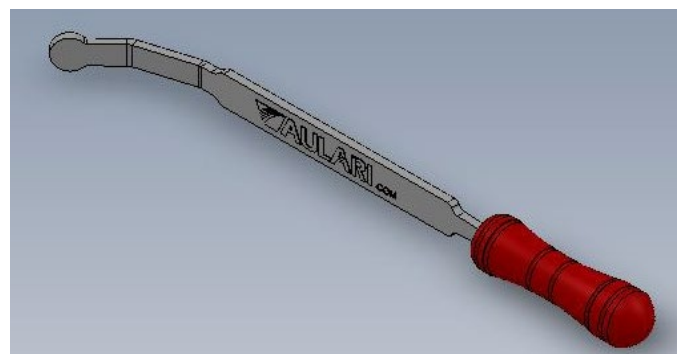

Рис. 3
8. Регулярно визуально проверяйте систему распределения, дозирующий вал и воздушную камеру. При необходимости очищайте шлицы дозирующего валика с помощью специального скребка (рис. 3).
Во время работы не допускайте скопления в пазах дозирующего валика остатков удобрений (рис. 4В). Скопление удобрений в пазах приведет к снижению количества вносимых в поле удобрений. При обслуживании используйте предусмотренный для этого скребок (рис. 3).